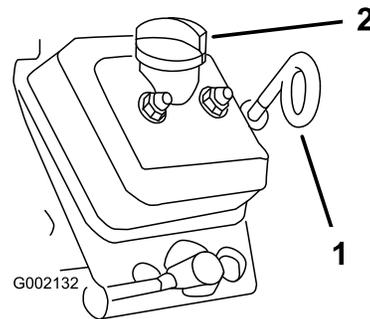

図 35
5. ディップスティックや給油口からごみが入ってエンジンを傷つけないように、ディップスティックと補給キャップ (図 35) の周囲をウェスできれいに拭く。
6. ディップスティックを抜いて、付いているオイルをふき取る (図 35)。
7. ディップスティックを、チューブの根元までもう一度完全に差し込む (図 35)。
10. キャップを取り付ける (図 35)。
11. ディップスティックを取り付ける。奥まで完全に差し込むこと (図 35)。